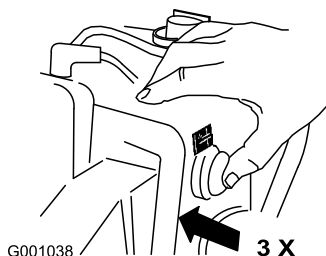

Figure 29
6. Appuyez fermement à 3 reprises sur l'amorceur avec le pouce, en marquant une pause d'une seconde chaque fois (Figure 29).